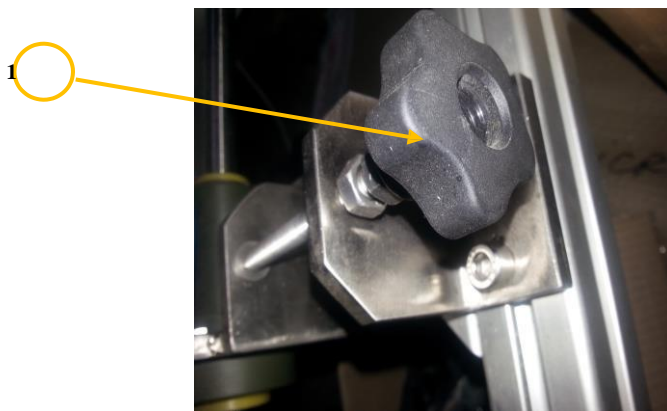

Fig. 4.5-5
- Permite o fina ajustare stanga-dreapta a intreg ansamblului din surubul “1” (fig.4.5-5), aflat in dreptul acestuia si in dreapta operatorului, ajustare ce este foarte importanta pentru a regla latimea fantei de iesire a mierii din pliculet. In plus, ajustarea fata-spate permite pozitionarea optima a acestei lipituri.